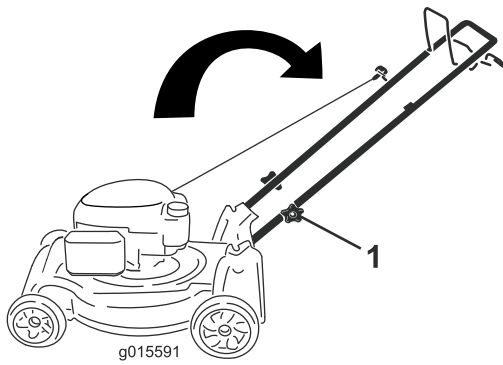

Figure 4
1. Bouton du guidon (2)
2. Placez le guidon en position d'utilisation (Figure 4).